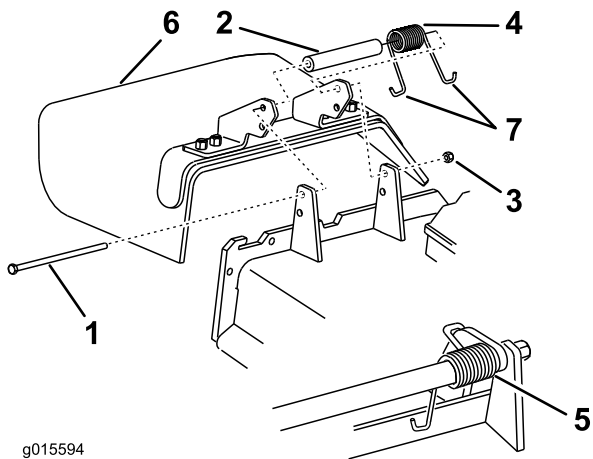

Figure 61
1. Retirez le contre-écrou, le boulon, le ressort et l'entretoise qui fixent le déflecteur aux supports de pivot (Figure 61). Enlevez le déflecteur s'il est endommagé ou usé.
Remarque: Prenez soin de placer une extrémité en **J** du ressort derrière le bord du tablier avant de mettre le boulon en place, comme illustré à la Figure 61.
- Remettez le boulon et l'écrou. Accrochez l'extrémité en **J** du ressort au déflecteur d'herbe (Figure 61).